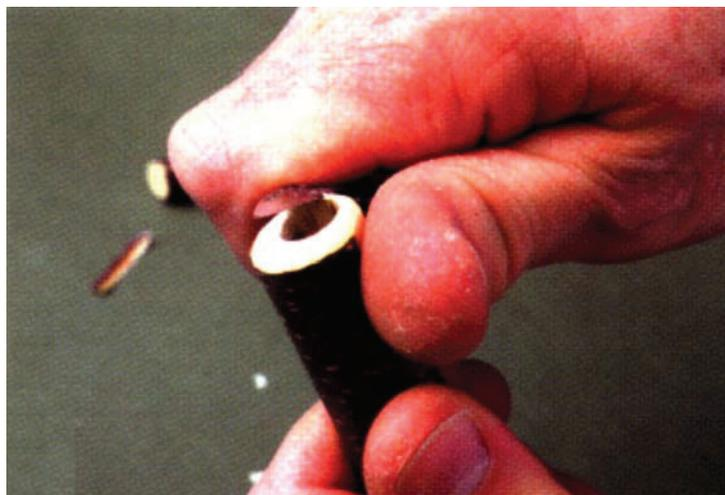

Figure A-4 Arrondir
3. Arrondir et adoucir l'extrémité (voir figure A-4).